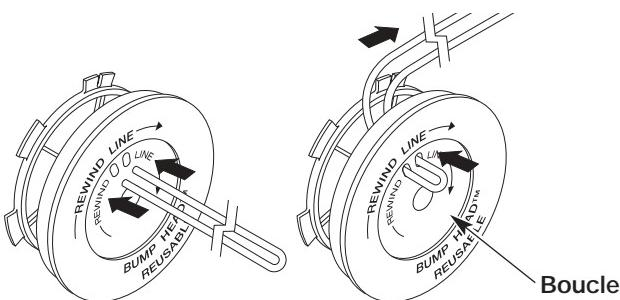

Figure 16
6. Découpez environ 7,6 m (25 pi) de fil neuf et faites-en deux boucles de longueurs égales. Insérez chaque extrémité de fil dans l'un des deux trous du moulinet (Fig. 16). Tirez le fil à travers le moulinet pour que la boucle soit le plus petit possible.